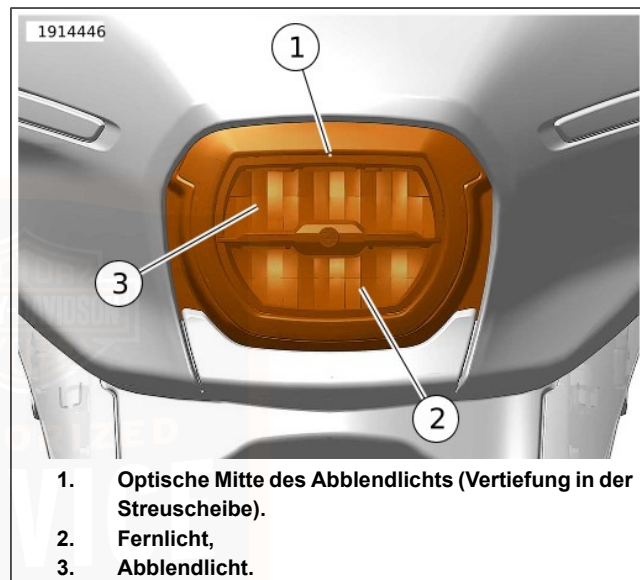
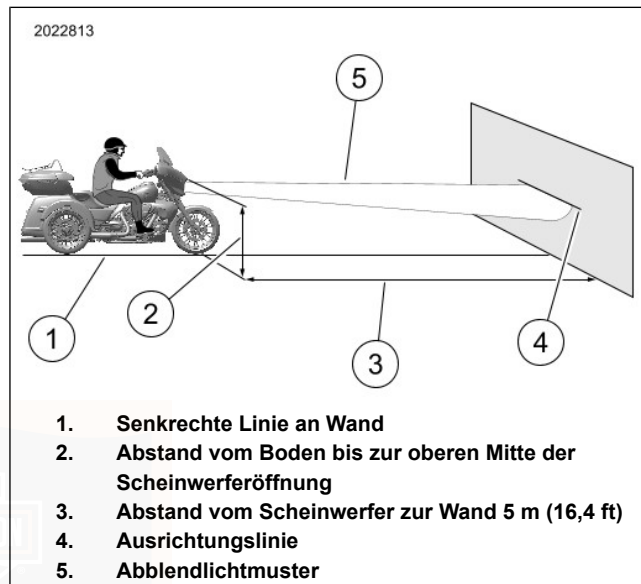

Abbildung 149. Gabelmontierte Verkleidung: Vertiefung
Abbildung 150. Rahmenmontierte Verkleidung: Scheinwerferausrichtung
Siehe Abbildung 150. Das Motorrad auf einer Linie (1) im rechten Winkel zur Wand parken.
5. Das Motorrad mit dem angegebenen Abstand von der Vorderseite des Scheinwerfers zur Wand (3) abstellen.
- a. Siehe Abbildung 149. Mit dem vorgesehenen Fahrer auf dem Motorrad. Den Abstand vom Boden bis zur Vertiefung (1) an der äußeren Streuscheibe messen. Den angezeigten Abstand abziehen. Abstand: 25,4 mm (1 in)
7. Siehe Abbildung 150. Eine Ausrichtungslinie (4) im berechneten Abstand direkt vor dem Motorrad an die Wand zeichnen.
9. Das Abblendlicht ist ausgerichtet, wenn die Oberkante des Abblendlichtmusters (5) mit der Ausrichtungslinie (4) übereinstimmt.